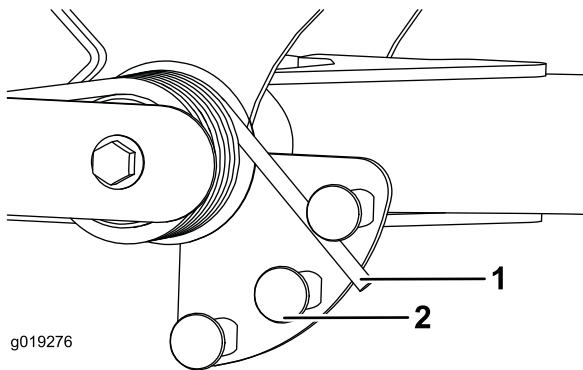

Figura 35
2. Inserite un tubo o un oggetto simile sull'estremità della molla lunga e giratelo attorno all'attuttore della molla nella posizione desiderata (Figura 35).